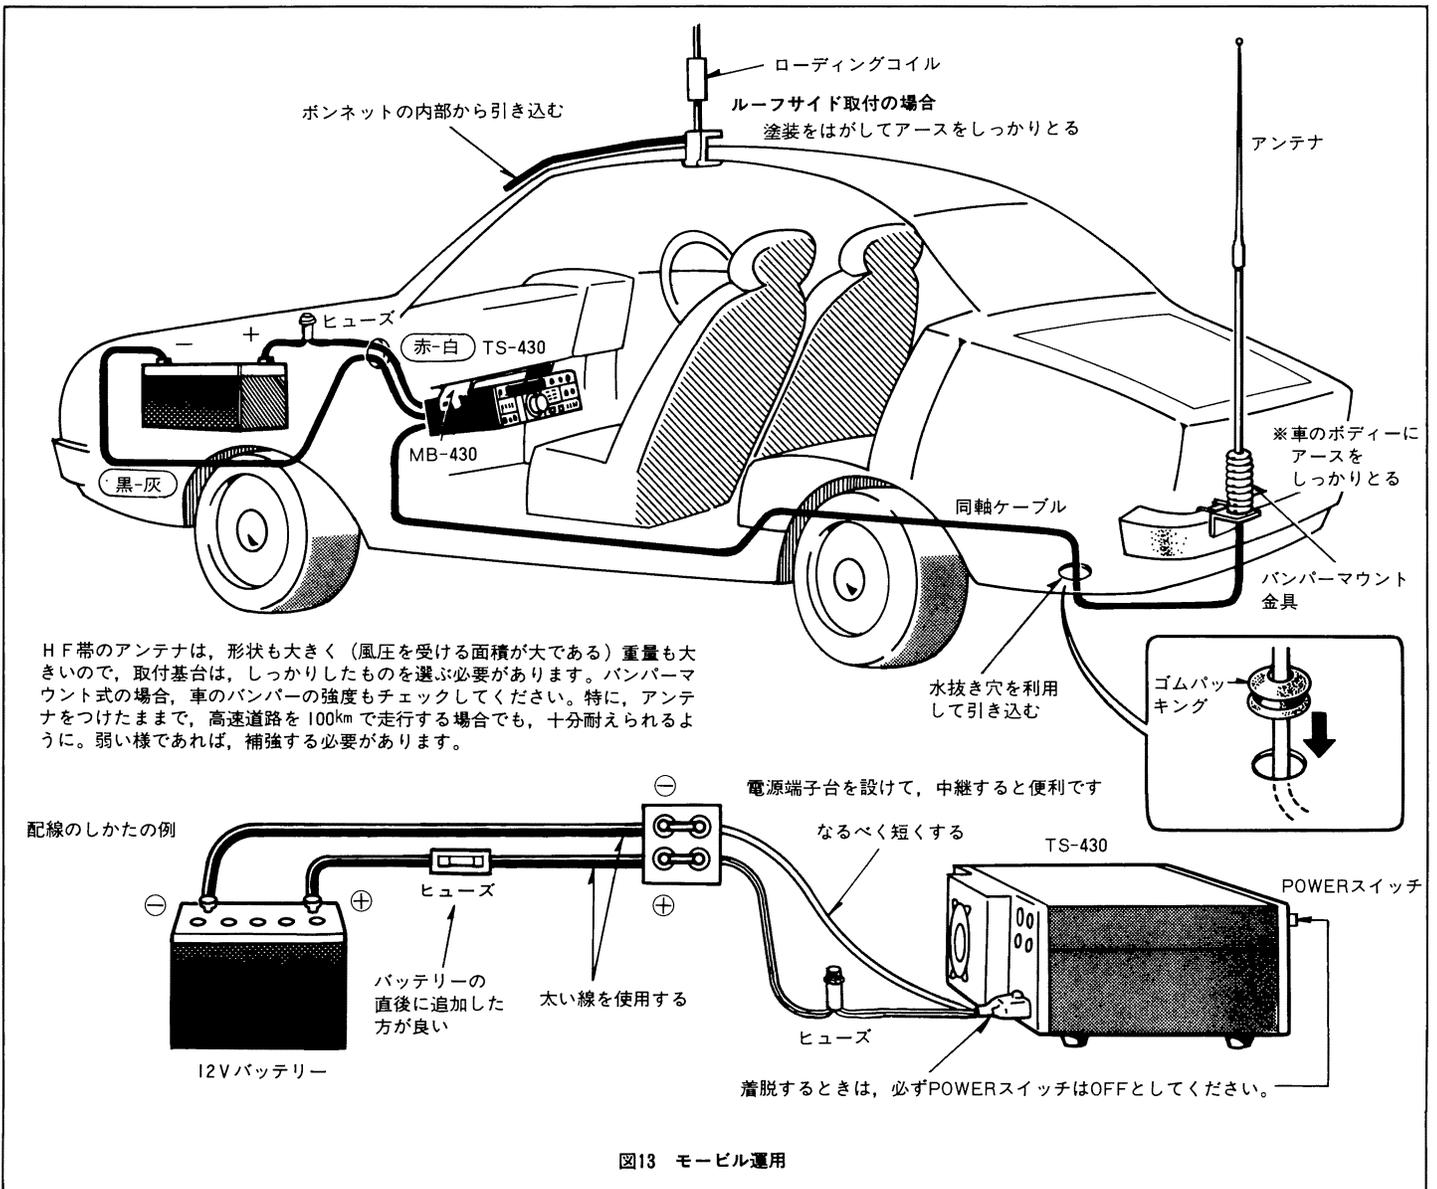

図13 モービル運用
オプションのモービルマウント MB-430 を使用して、ダッシュボード下に、図13のように、しっかりと固定します。モービルマウントを使用せずに、車に搭載する場合は、急ブレーキや振動等で、セットが落下したり、車内の装備等を傷つけないように、金具やベルト等でしっかりと固定してください。
エンジンルームからの引込みは、図13のように、各種配線のパッキングを通して引き込みます。この場合、電源コードは、エンジンの点火プラグへ配線されている高圧コードの付近を避けてください。
HF帯のモービルアンテナは、VHFのアンテナと比較しても、その形状も大きく(風圧を受ける面積が大きい)、重量も大きいですから、取付基台は、しっかりした頑丈なものを選んでください。一般的には、図13のようなバンパーマウント方式のものが良いようです。モービル用のアンテナは、車のボディ全体が接地板となりますので、アンテナ基台のアース側は、ボディに完全に接地する必要があります。(図13参照)
② 新しいアンテナ等の未知のインピーダンス負荷のアンテナ調整をする場合は、次のようにして本機を使用してください。
(2) 同軸ケーブルの車内への引込み方(図13参照)